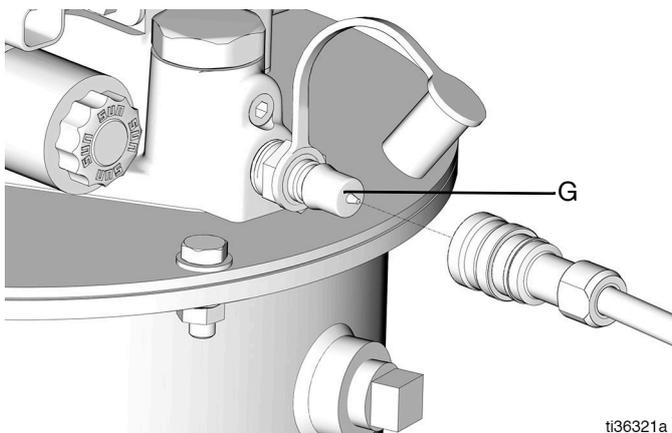

FIG. 18
1. Raccorder le flexible d'alimentation de lubrifiant (JJ) depuis la pompe de la station de remplissage distante (AA) jusqu'à l'orifice de remplissage (G) (FIG. 18).